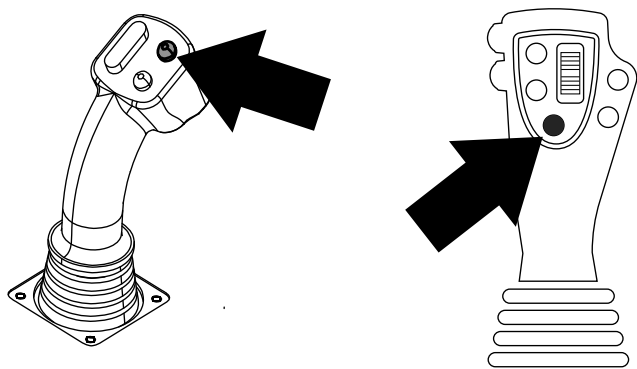
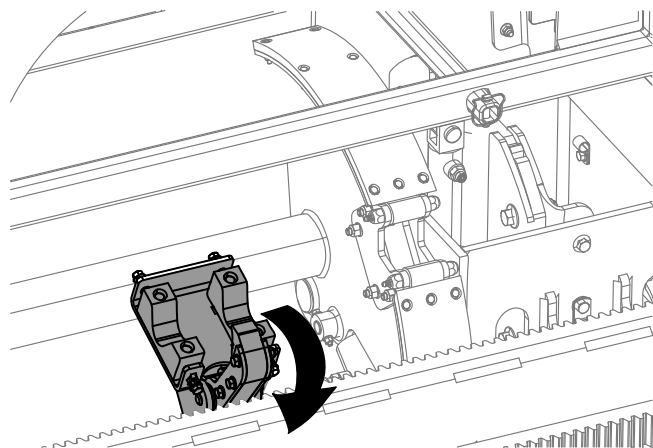

Figure 43
Figure 44
10. Maintenez enfoncé le bouton inférieur gauche sur le levier de commande à 8 boutons ou sur le bouton inférieur sur le levier de commande à 4 boutons pour relâcher la tige (Figure 43) et Figure 44), puis relâchez le bouton.